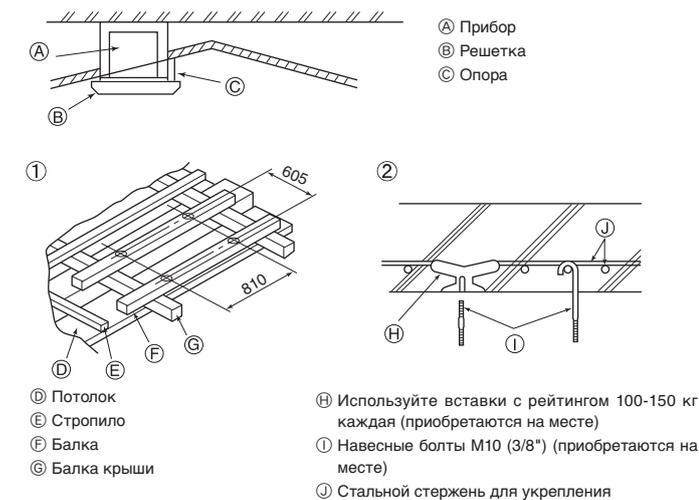

Fig. 2-4
2.4. Подвесная конструкция (Обеспечьте прочность на месте подвешивания) (Fig. 2-4)
① Деревянные конструкции
② Железобетонные конструкции